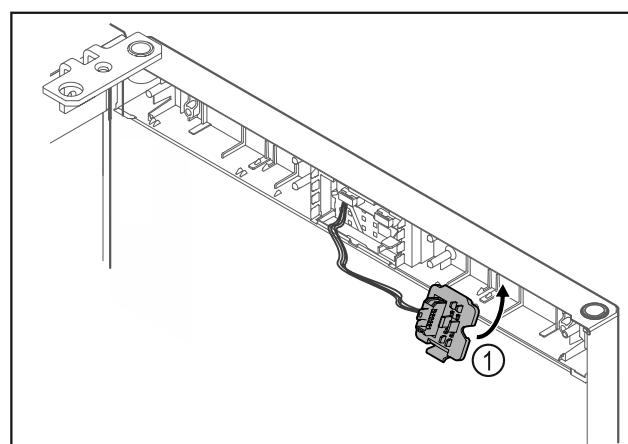

Fig. 15
- Fixați în poziție suportul fișei Fig. 15 (1) pe partea opusă.